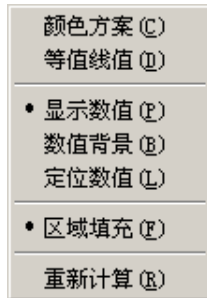

图 4.25 右键菜单
2、右键菜单：鼠标左键或右键点击图示区弹出右键菜单(如图 4.25 所示)，各项功能详见说明书菜单栏部分相关介绍。